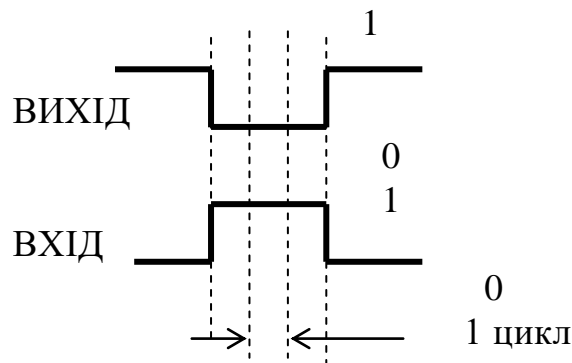

Рисунок 2.6.7 – Графік функції контакту "інвертований вихід"
- контакт “**інвертований вихід**” – призначений для цифрової змінної (типу ВІТ). Зв'язок між входом і виходом контакту згідно рис. 2.6.7: